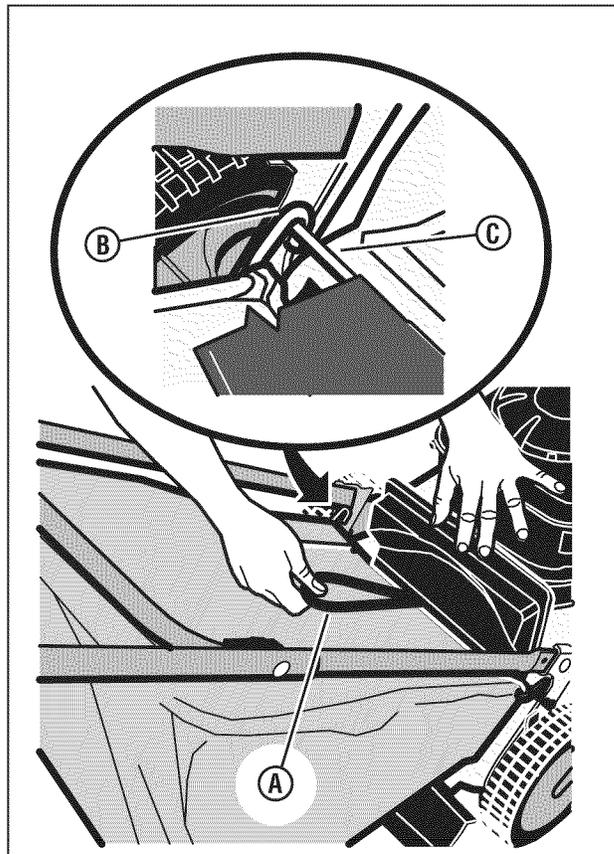

Figura 13: Instalación de la bolsa de césped
3. Agarrando el mango de la bolsa para hierba (**A**, **Figura 13**), instale la bolsa para hierba en el cortacésped asegurándose de que los ganchos de la bolsa (**B**) estén enganchados en la varilla del eje de la puerta posterior (**C**).